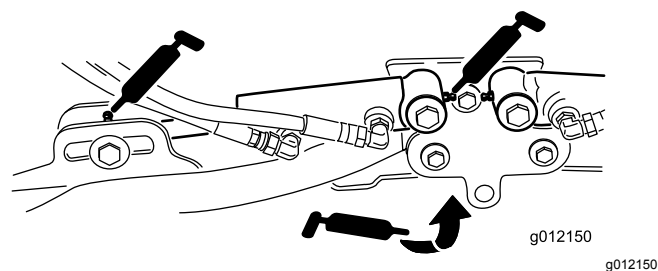

Figura 77
- Cilindros do braço de elevação da unidade de corte (2 cada) (Figura 77)
- Articulações do braço de elevação (1 cada) (Figura 77)